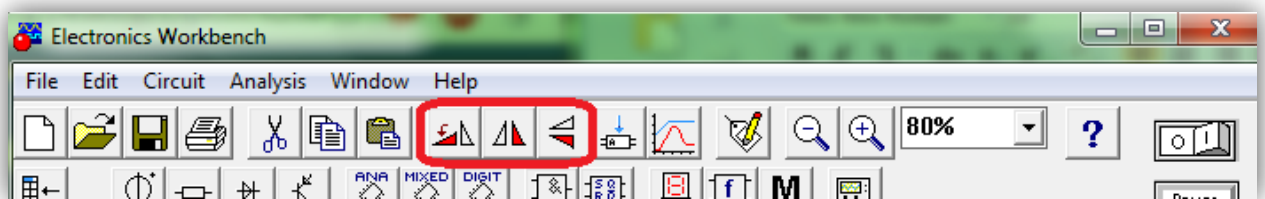

Рисунок 3 – Элементы вращения
3. Для вращения элемента используется на панели компонентов первая верхняя строчка (рисунок 3).